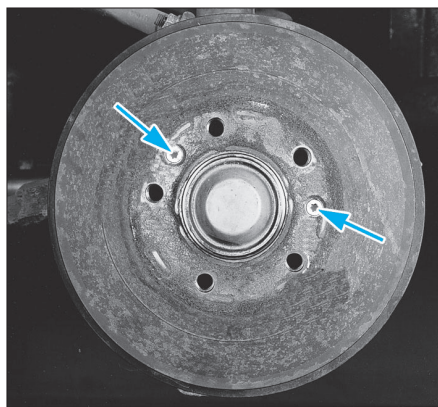

Fig. 6
- Déposer les deux vis de fixation du tambour (Fig.6).